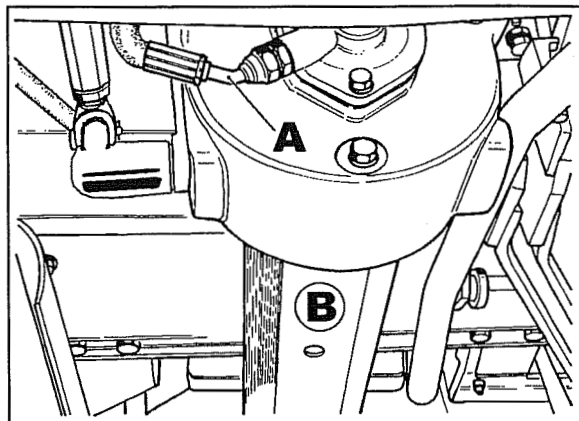
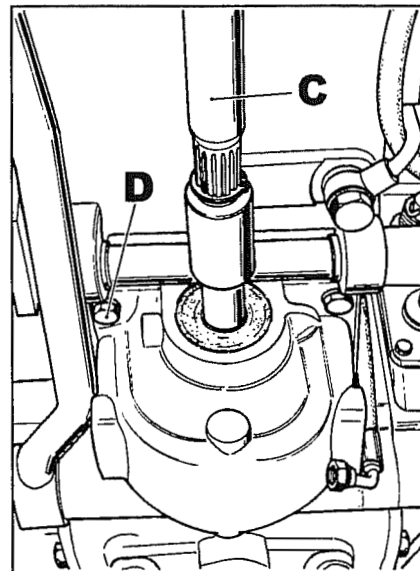

Fig. 1
Fig. 2
- 2 Desconectar el tubo de impulsión aceite **A** fig. 1, quitar la protección **B** y desconectar el eje de transmisión **C** fig. 2.
- 4 Mediante los 4 tornillos **D** fig. 2 quitar la caja doble tracción.